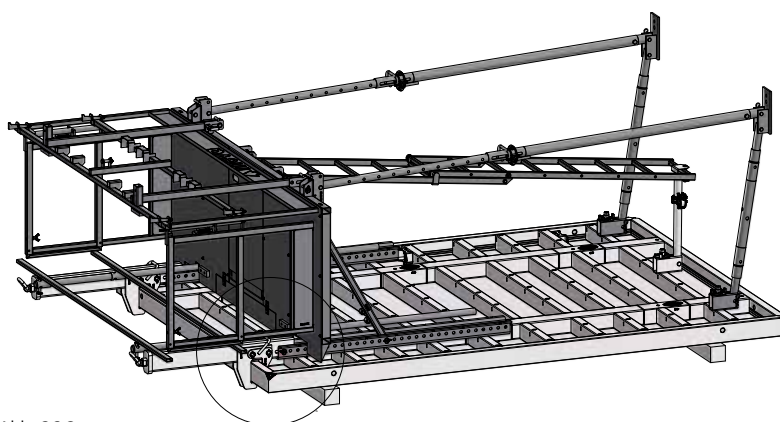

Abb. 26.2
2. Hubarm wird über den Rahmen der Schalung aufgesetzt. Der untere Teil des Hubarmes muss im Profil der Anlenkung sitzen (Abb. 26.2 und 26.3).
3. Klemme wird unter das Rahmenprofil gedreht und mit Kopfbolzen und Klappstecker gesichert (Abb. 26.2 und 26.3).
4. Hubarm wird an der Anlenkung durch das Langloch mit Kopfbolzen und Klappstecker befestigt (Abb. 26.2 und 26.3).